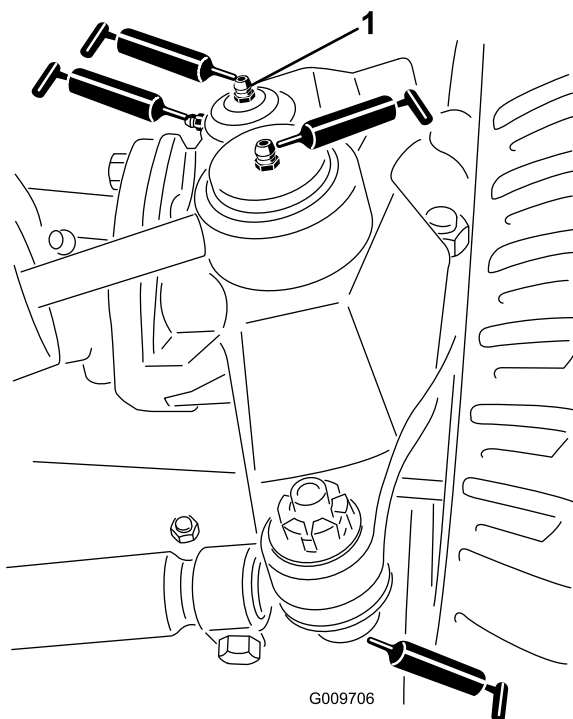

Figure 23
- Rotules de vérin de direction (2) (Figure 23)
- Rotules de biellettes (2) (Figure 23)
- Bagues de pivot de fusée (2) (Figure 23). **Le graisseur supérieur du pivot de fusée ne doit être lubrifié qu'une fois par an (2 injections de graisse).**